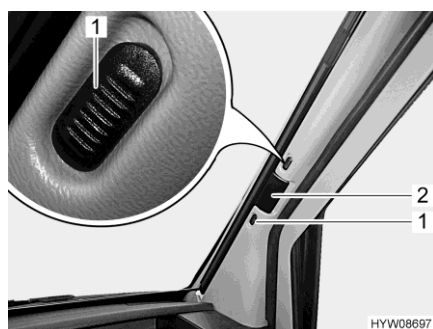

Fig. 25 Tendina oscurante pieghevole (parabrezza)
- Spingere i bottoni di sbloccaggio (Fig. 25,1) verso l'alto o verso il basso (punto rosso = aperto).
- Tirare la tendina oscurante pieghevole del parabrezza per la maniglia (Fig. 25,2) verso il centro della finestra.
- Spingere verso l'esterno le due metà della tendina oscurante pieghevole del parabrezza per la maniglia (Fig. 25,2) fino all'arresto.
- Spingere i bottoni di sbloccaggio (Fig. 25,1) verso l'alto o il basso (nessun punto rosso = bloccato).